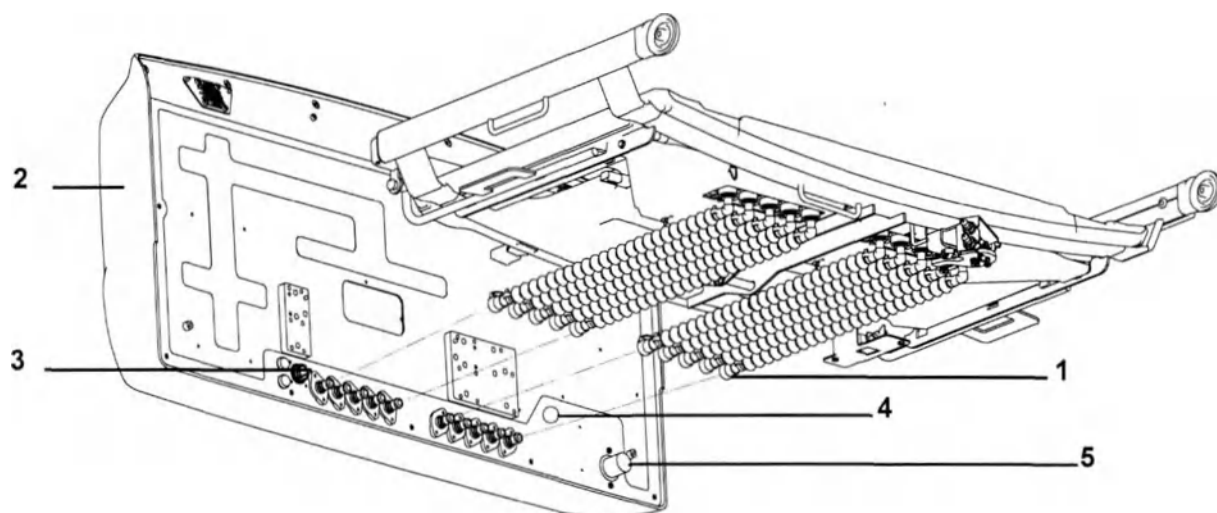

Рис. 4. Подключение воздушных шлангов к блоку управления матрасом
14. Подсоедините воздушные шланги (рис. 4, пункт 1) к блоку управления надувным матрасом (2). Проверьте наличие уплотнительных колец в местах соединения. Воздушные шланги подключаются к узлу клапана сброса под планкой секции удлинения ножной части и к блоку управления надувным матрасом в порядке слева направо и справа налево. Когда разъемы воздушных шлангов будут полностью присоединены, послышится отчетливый щелчок.
15. Подключите шнур переменного тока (рис. 4, пункт 3), кабель СЛР (4) и кабель передачи данных (5).